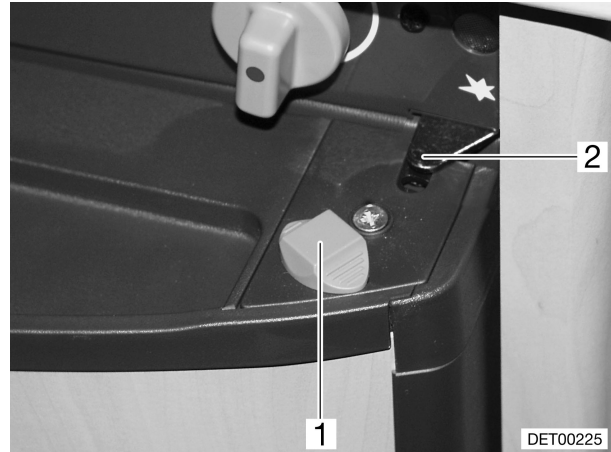

Bild 119 Kühlschranktür in Lüftungsstellung (Variante 2)
- Verriegelung (Bild 119,1) nach außen drehen, so dass die Arretierung (Bild 119,2) innen einrastet. Die Kühlschranktür bleibt damit leicht geöffnet.